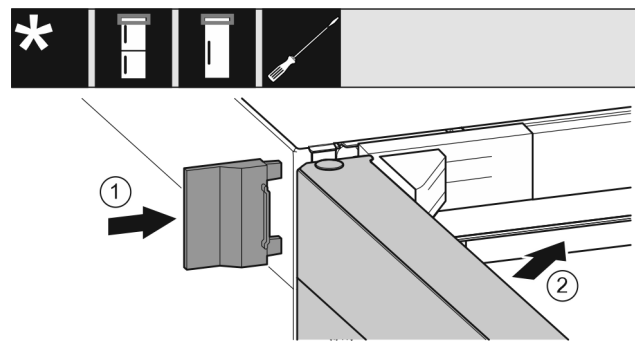

Fig. 26
- ▶ Äußere Abdeckung Fig. 26 (1) aufschieben.
- ▶ Obere Tür Fig. 26 (2) schließen.